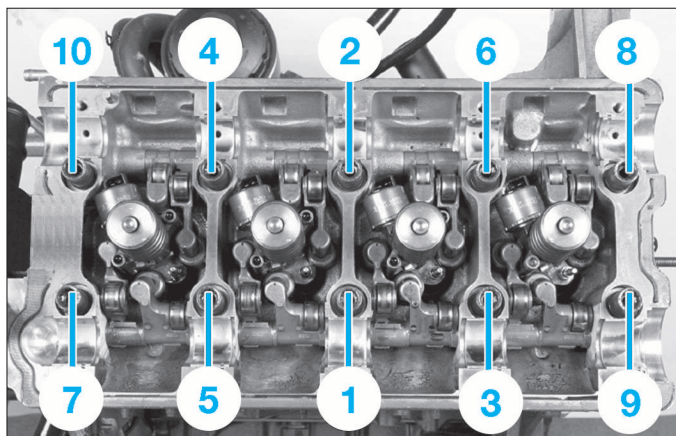

FIG. 66
- Déposer les vis (6) à (10).
- Desserrer progressivement et dans l'ordre inverse du serrage prescrit les vis de fixation de la culasse (Fig.66).
- Serrer les vis de culasse en respectant l'ordre et le couple de serrage prescrits (Fig.66).